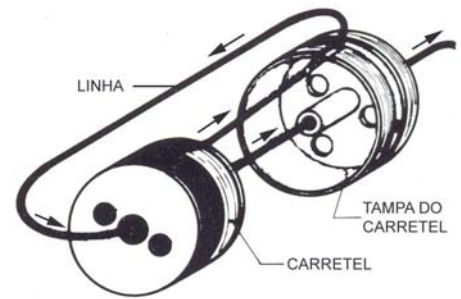

Figura 3
- ✓ Pegue a ponta da linha que sai do carretel e introduza no furo lateral da tampa do carretel de dentro para fora (figura 3);